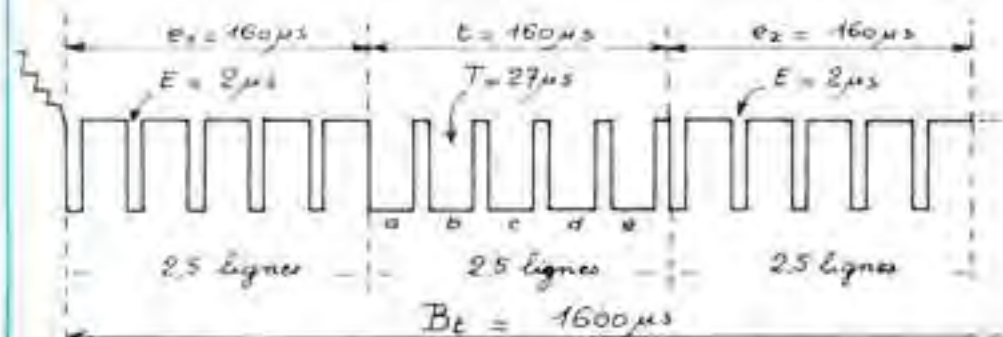

Fig. 5 - Signaux de trame.
**b) Les signaux d'image ou de trame, figure 5.**
Chaque image complète est composée de deux trames entrelacées. Voir plus loin. Chaque demi-image est séparée de la suivante par les signaux de la figure 5. La structure est en gros identique